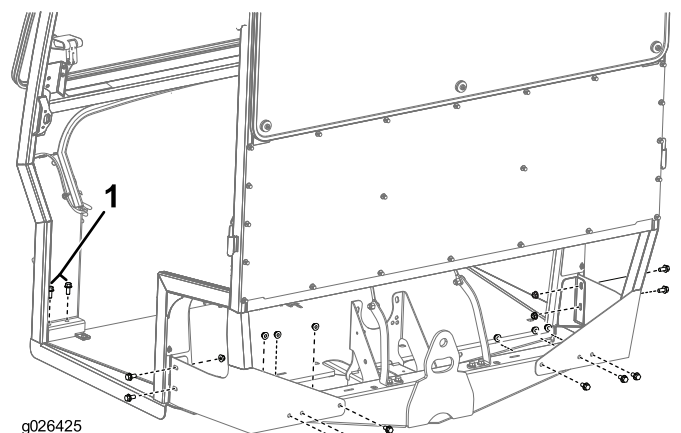

Figura 5
2. Fissate il telaio sulla macchina utilizzando 10 bulloni (3/8 x 3/4 poll.), 10 dadi (3/8 poll.) e 4 bulloni (3/8 x 7/8 poll.) come mostrato in Figura 5.